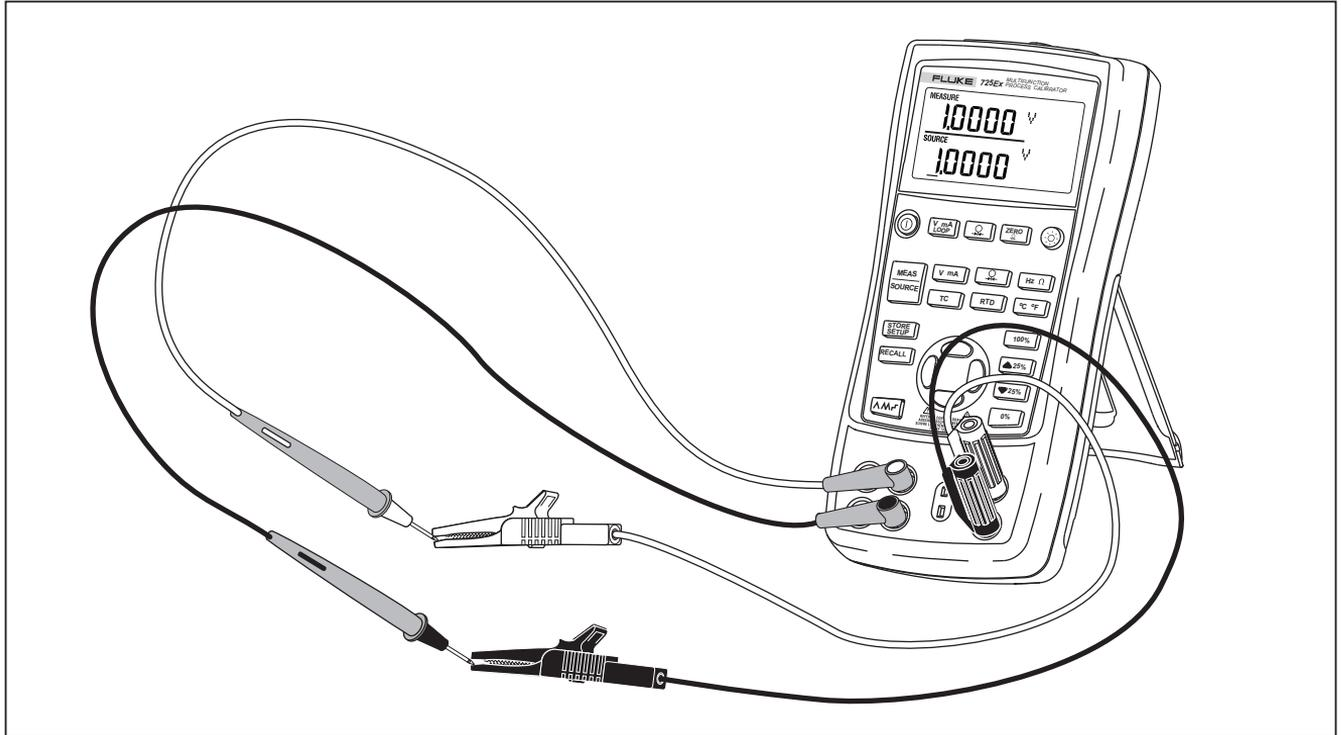

图 5.电压-电压的测试
1. 如图 5 所示，将本校准器的电压输出装置连接至电压输入装置。